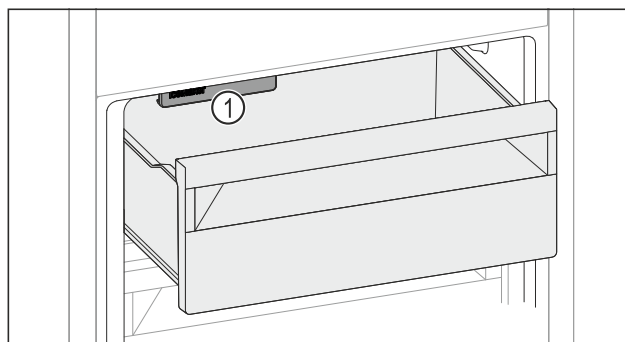

Fig. 158
- Dávejte pozor na IceMaker Fig. 158 (1).